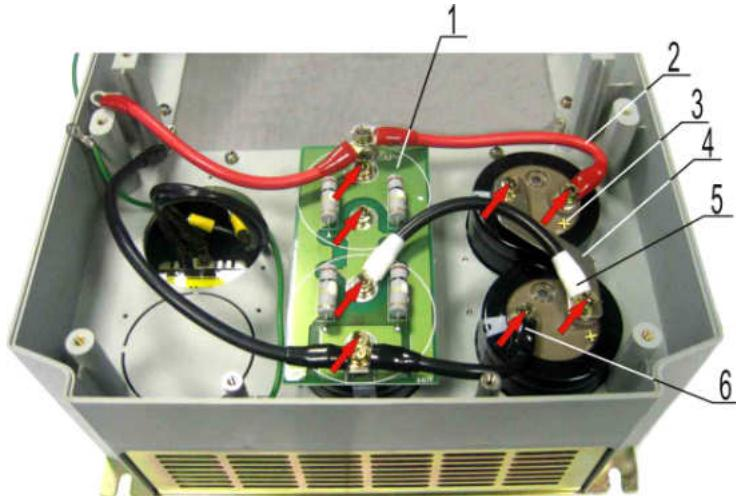

Рис. 6.12
6.8.1. Открутить два винта крепления накладной шины 4 и провода 5 (рис. 6.12). Снять наконечник провода 5 с вывода «+» конденсатора. Положить шину и винты в тару.
6.8.2. Открутить два винта крепления проводов 2 и 6 (рис. 6.12). Снять наконечники проводов с выводов конденсаторов. Положить винты в тару.